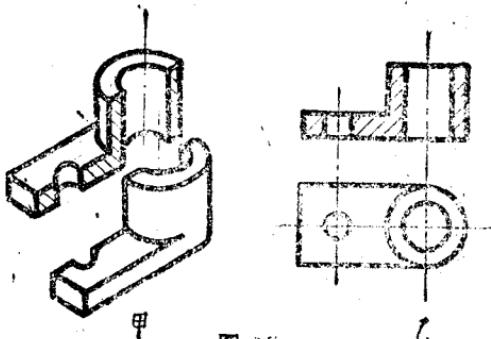

图 16
1. 全剖视图 当把零件从它的中心地方切成两半（见图16甲），这时画出来的图形，就叫全剖视图，如图16乙的主视图。